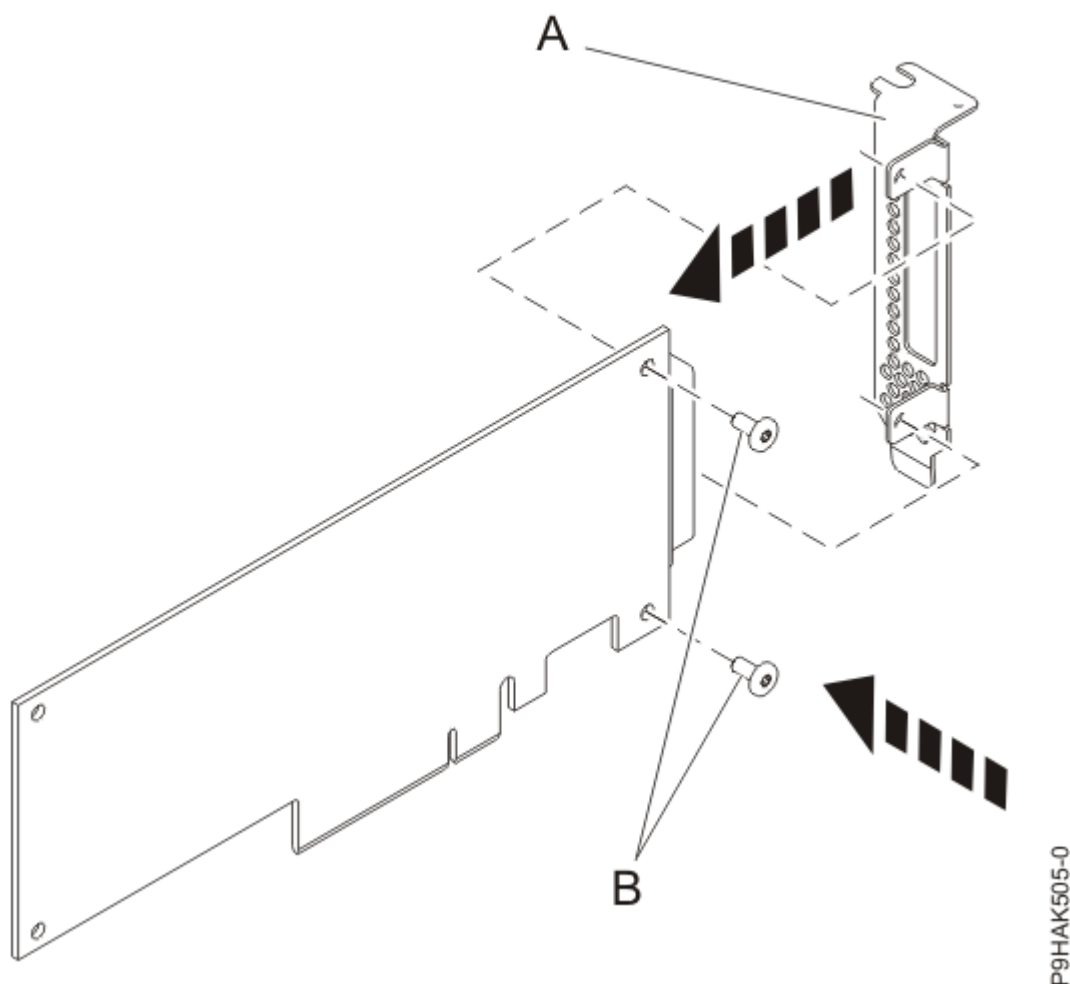

Figura 68. Colocación de la contrapunta de altura reducida en un adaptador
14. Utilizando un destornillador de estrella y los dos tornillos de retención **(B)**, fije la contrapunta **(A)** del adaptador anómalo en el nuevo adaptador, tal como se muestra en la Figura 68 en la página 92.